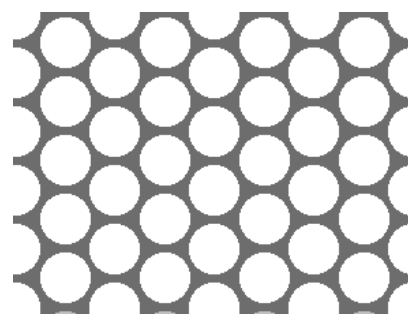

Рис. 3. Модель взаимного расположения пор в плоскости, перпендикулярной оси волокна.
- расположение пор друг относительно друга соответствует рис. 3.